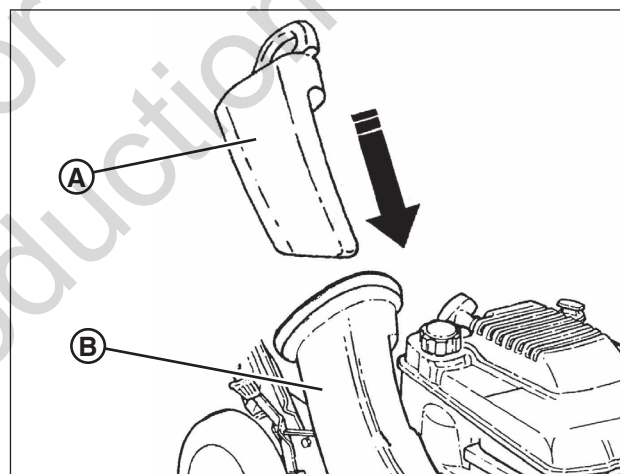

Figure 11: Pose de la fiche de déchiquetage
1. Posez la fiche de déchiquetage (**A, Figure 11**) si un déchiquetage est souhaité après que l'adaptateur de sac soit installé. Posez la fiche de déchiquetage entièrement et solidement sur l'adaptateur de sac (**B**).